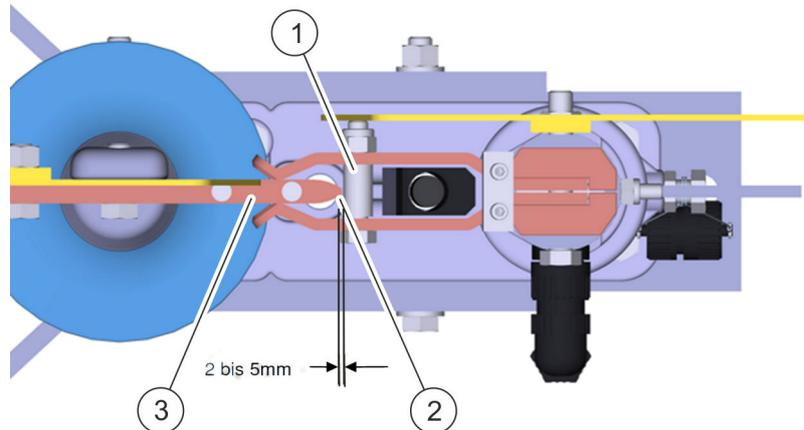

Abb. 6: Justieren der Schalterendlage
- ➔ Am geschlossenen Kontakt den Abstand zwischen Kontaktmesser (Abb. 6/3) und den Röhren der Kontaktfederung (Abb. 6/1) prüfen. Der Abstand zwischen den beiden Komponenten beträgt idealerweise zwischen 2 mm und 5 mm (Abb. 6/2).
*Um eine robustere Funktion zu gewährleisten, ist es zulässig, den Kontaktmesser (Abb. 6/3) bis zum Anschlag an die Röhren der Kontaktfederung (Abb. 6/1) einzufahren.*